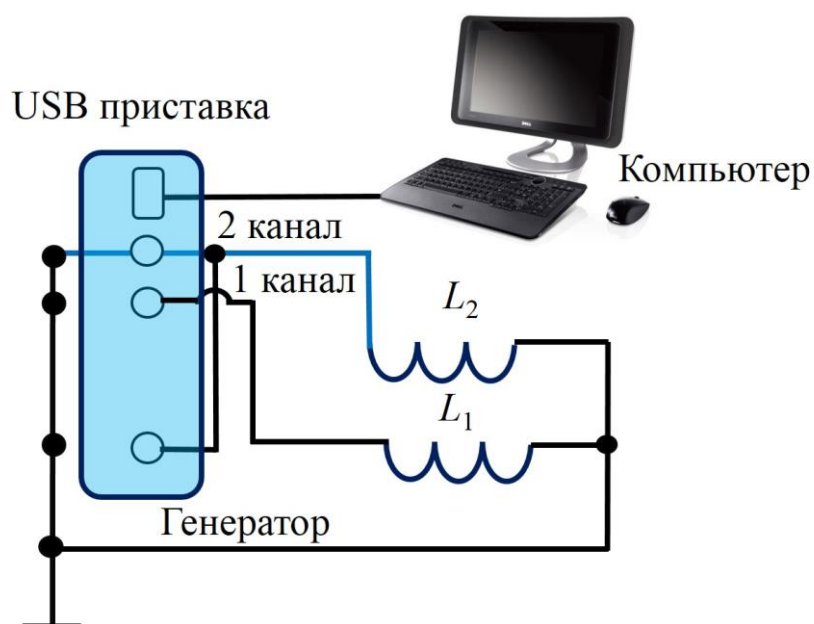
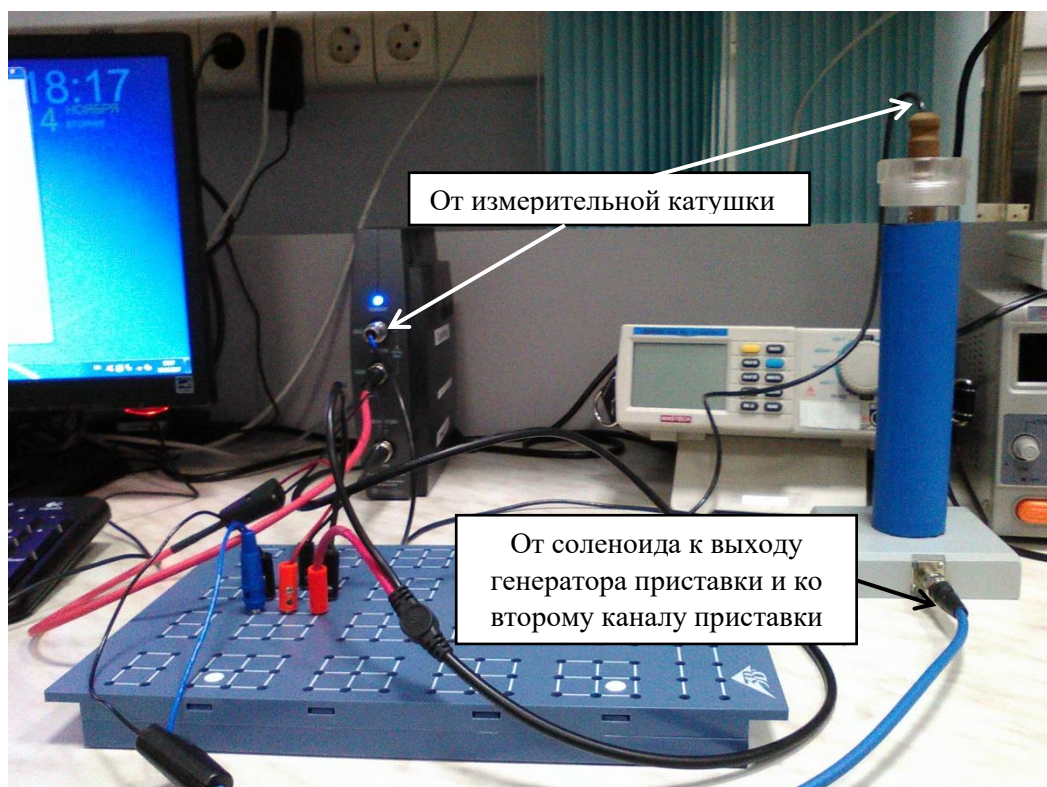

Рис. 7. Блок-схема установки для измерения ЭДС в измерительной катушке.
Рис. 8. Схема подключения основных элементов установки для измерения переменного магнитного поля индукционным методом.
1. Соберите электрическую схему согласно рис. 7 и рис. 8. При этом измерительную катушку  $L_1$  подключите к первому каналу осциллографической приставки USB (*предварительно отключив*